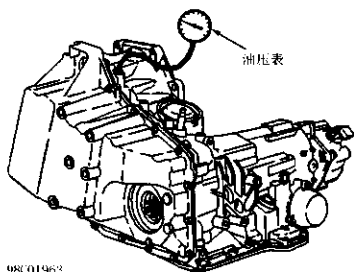

图 2-50 安装油压表
2) 将故障诊断仪接到汽车上。起动发动机并检查诊断故障代码。如果存在诊断故障代码，转到 2.3.4 节。如果不存在诊断故障代码，关闭发动机，将油压表接到主油路压力测试口上 (图 2-50)。